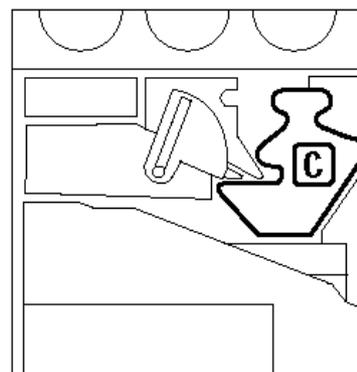

Figura 15: Localizar o Recipiente de Resíduos do Revelador
- 3 Localize o recipiente de Resíduos do Revelador (área C na Figura 15).